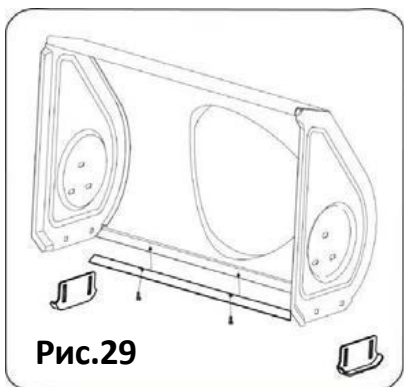

Рис.29
- Соберите новые детали с 4 болтами (2 на каждой стороне) и гайками см рис. 29.
Соберите новую пластину, убедившись, что головки болтов каретки находятся внутри корпуса. Надежно затяните см рис. 29.